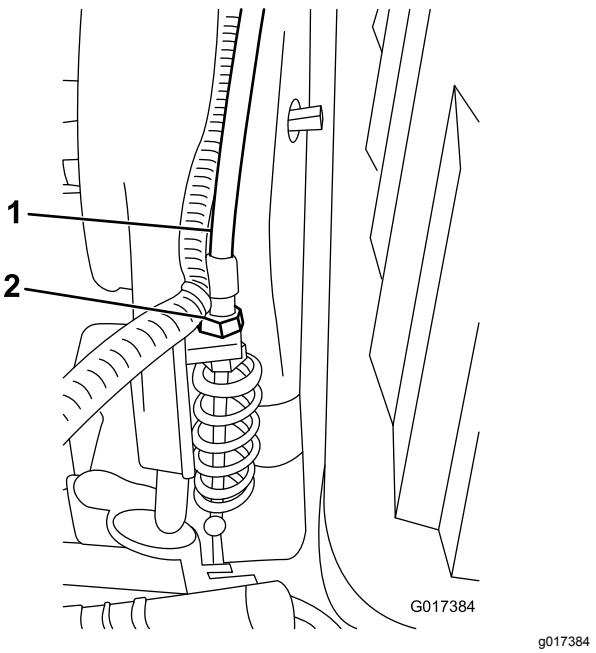

Рисунок 51
3. На переходнике трансмиссии отрегулируйте трос управления барабаном (Рисунок 51) так, чтобы длина пружины составила 70,6–72,4 мм.